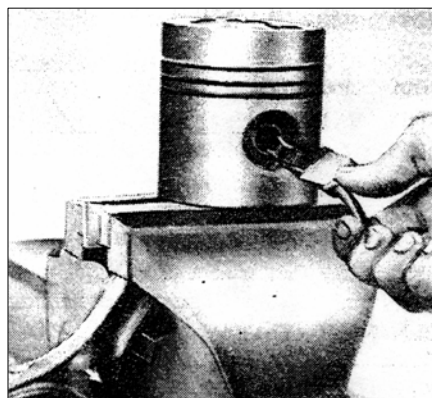

РИС.26
3) Снимите стопорные кольца поршневых пальцев с помощью круглогубцев (см. рис. 26).